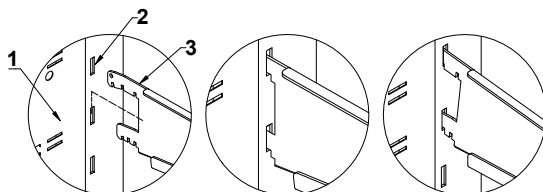

Abb.3 Befestigung des Hakens im Gestell
1. Die Haken in den gestelleisten montieren Abb. 3 (S.21)